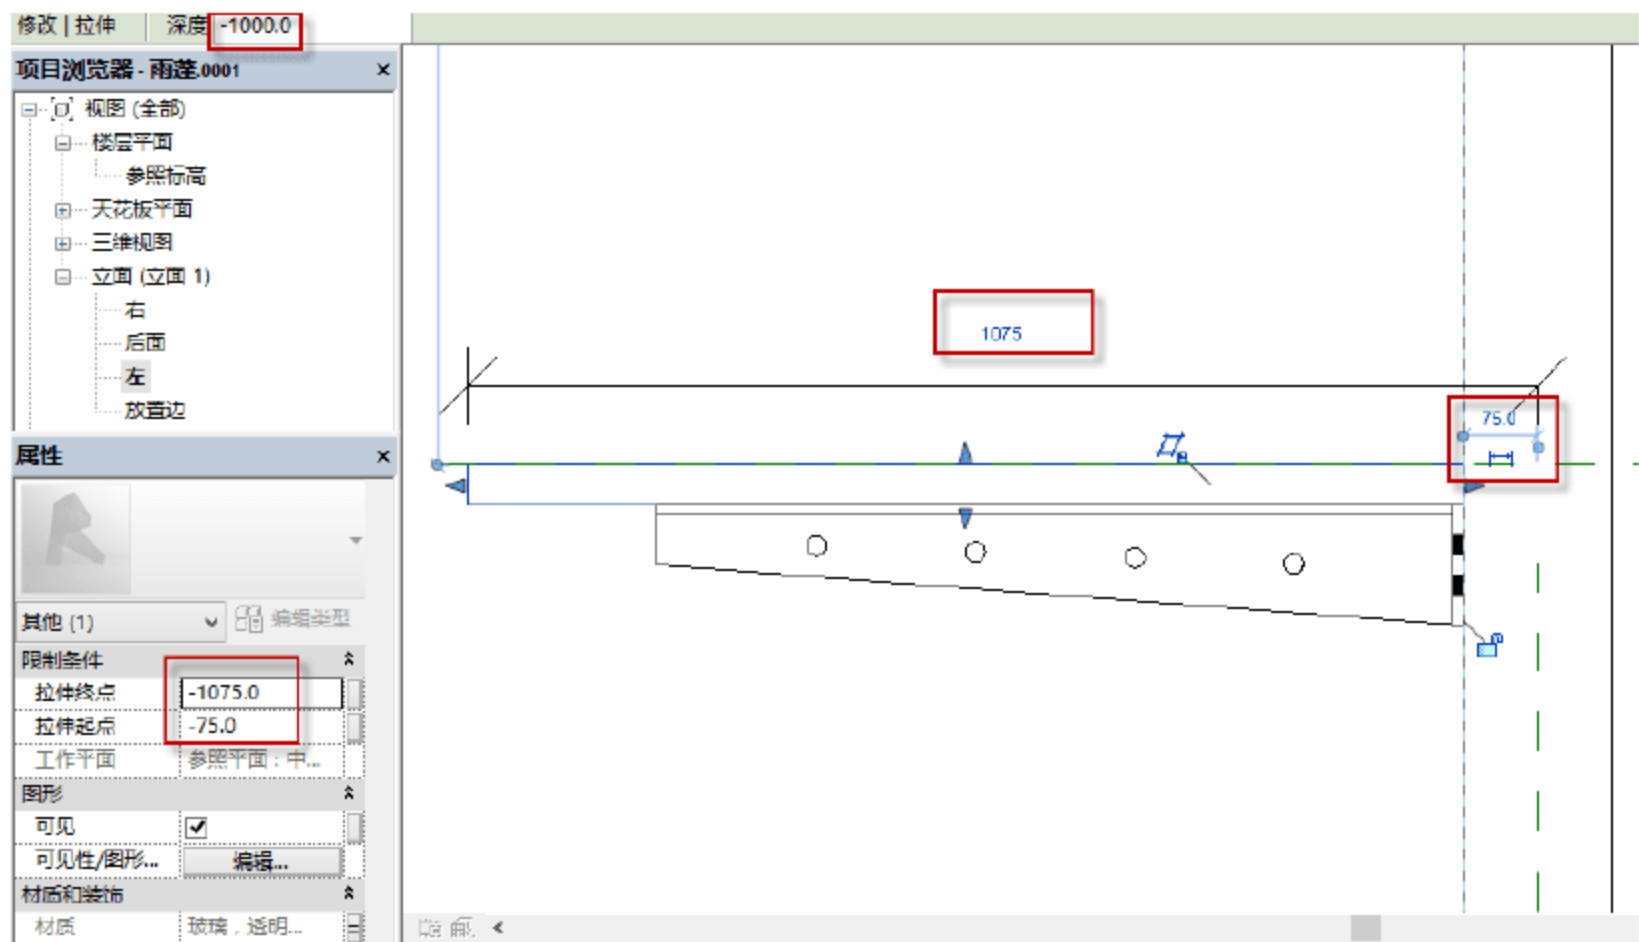

图 8.1.21 编辑玻璃面板的宽度
- (1) 绘制雨蓬。在“项目浏览器”的“放置边”立面视图选择“创建”→“拉伸”命令，在弹出的“勾叉选项板”中选择“矩形框”选项，并在墙体上对应位置根据界定玻璃面板的长度和厚度的辅助线绘制出其截面，然后单击√按钮。
- (2) 切换至“左”立面视图，按快捷键 D+I 测量相关尺寸。选中玻璃面板，根据设计要求的宽度，在“属性”面板中输入“拉伸起点”和“拉伸终点”的数值，最终完成玻璃面板的绘制，如图 8.1.21 所示。